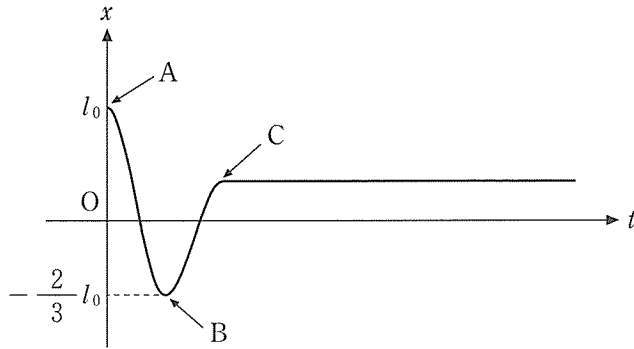

図 2
問 1 まず、ベルトが静止している場合 ($V = 0$) を考える。ばねが自然長から l_0 [m] だけ伸びた状態から物体を静かに放した。すると物体は x 軸の負の向きにベルト上を滑り始め、ばねが自然長から $\frac{2}{3}l_0$ だけ縮んだ位置で速度が 0 となり、滑る向きが反転した。滑る向きが反転してしばらくした後に再び速度が 0 となった位置で物体は静止した。図 2 は物体の位置 x [m] を時間 t [s] の関数として表している。図 2 の A は物体を放した瞬間、B は滑る向きが反転した瞬間、C は物体が最終的に静止した瞬間の状態を表す。
- (1) 物体を放した瞬間(図 2 の A)における, ばねに蓄えられている弾性エネルギー(弾性力による位置エネルギー)を k, l_0, m, g のうちから必要なものを用いて表せ。
- (2) 図 2 の B で, ばねに蓄えられている弾性エネルギーは, A での値からどれだけ減少しているか, k, l_0, m, g のうちから必要なものを用いて表せ。
- (3) 物体の x 軸正の向きの加速度を $a[\text{m/s}^2]$ として, 図 2 の A から B までの物体の運動を記述する運動方程式を記せ。
- (4) 図 2 の A から B までの間に, 物体が動摩擦力からされた仕事を μ, l_0, m, g を用いて表せ。
- (5) 動摩擦係数 μ を k, l_0, m, g を用いて表せ。
- (6) 図 2 の A から B までの物体の運動は, $x = \frac{1}{6} l_0$ を中心とした単振動の半周期分であることに注意し, A から B までの時間を k, l_0, m, g のうちから必要なものを用いて表せ。
- (7) 図 2 の B で折り返した後の C までの運動は, 上問(6)と同様に単振動の半周期分であるが, 摩擦力の向きが反転しているので振動中心の位置は異なる。このことに注意して, C でのばねの伸び量を, l_0 を用いて表せ。
- (8) 図 2 の B から C までの運動における物体の速度の最大値を k, l_0, m, g のうちから必要なものを用いて表せ。
- (9) 図 2 のような運動が起こり得る静止摩擦係数 μ_0 の取り得る範囲を k, l_0, m, g のうちから必要なものを用いて表せ。